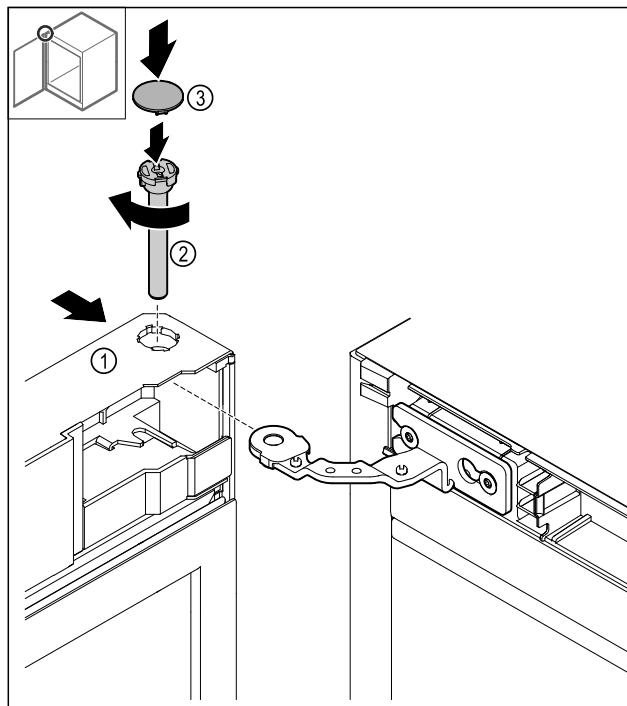

Fig. 50
- Deslizar la puerta Fig. 50 (1) hacia arriba sobre la bisagra.
- Insertar el perno Fig. 50 (2) y girarlo en sentido horario para apretarlo.
- Colocar la cubierta Fig. 50 (4).